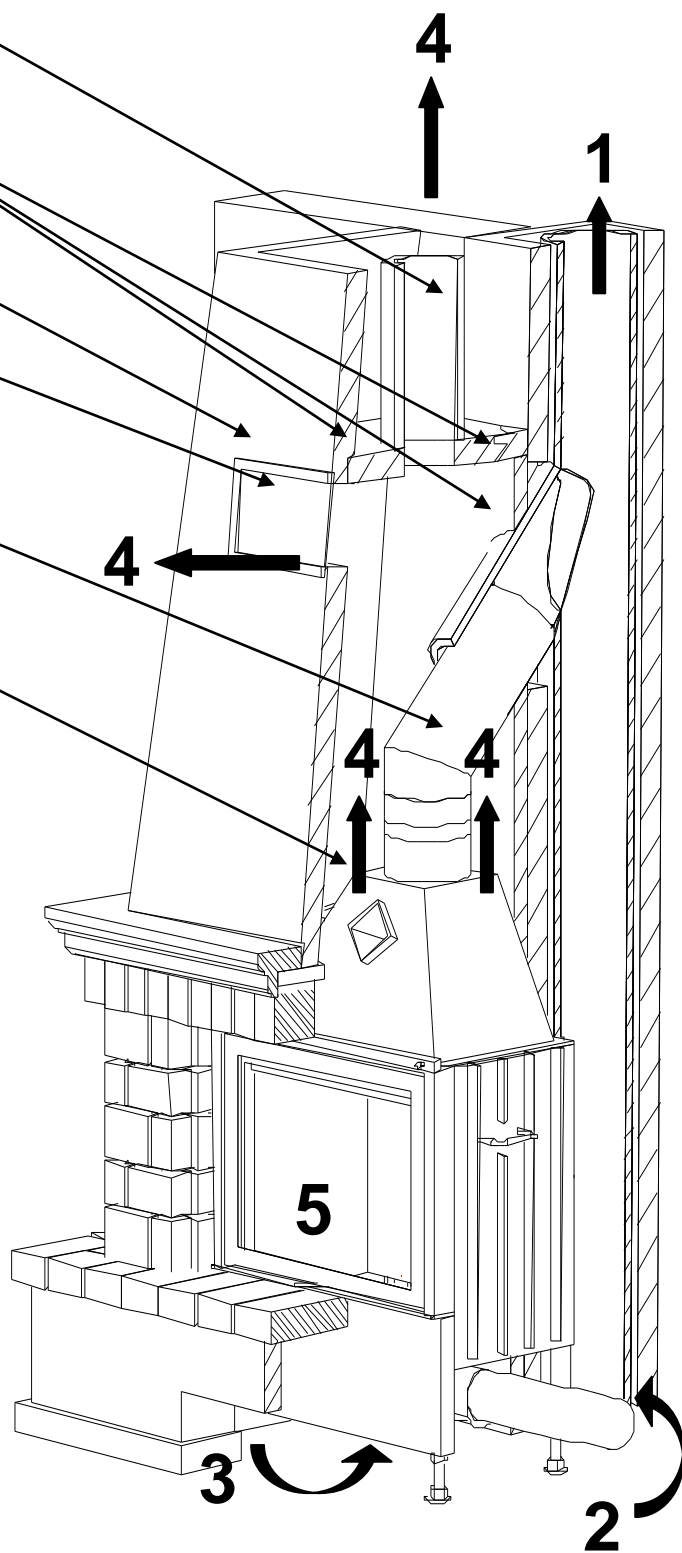

Рис. 1
- 3.1.6 В верхней части корпуса топки имеется встроенный воздушный теплообменник. Никогда не закрывайте его! (см. Рис. 1). Если высота потолка помещения превышает высоту, на которой сделана решетка выведения теплого воздуха из облицовки, необходимо в этом месте сделать перемычку внутри облицовки и изолировать потолок помещения от нагрева.